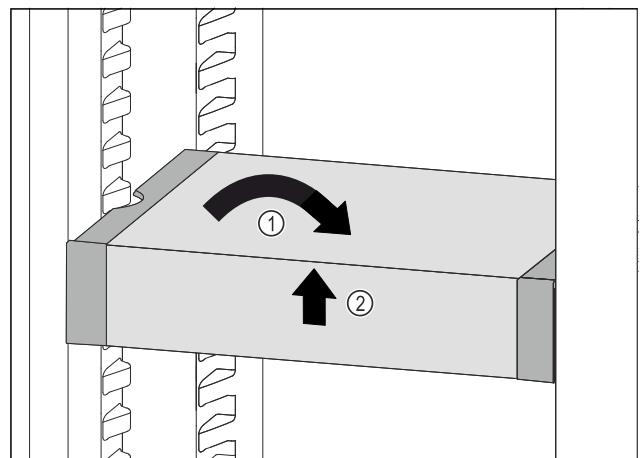

Fig. 137
► VarioSafe gerade stellen. Fig. 137 (1)
► VarioSafe vorne anheben. Fig. 137 (2)